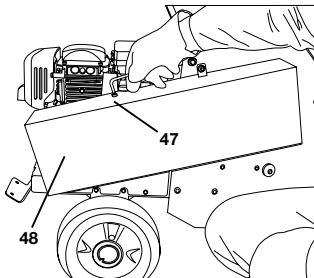

Bild 39
- Riemenschutzhaube (48) wieder aufsetzen und Schraube und Muttern (47) festziehen (siehe „Bild 39 und 40“).